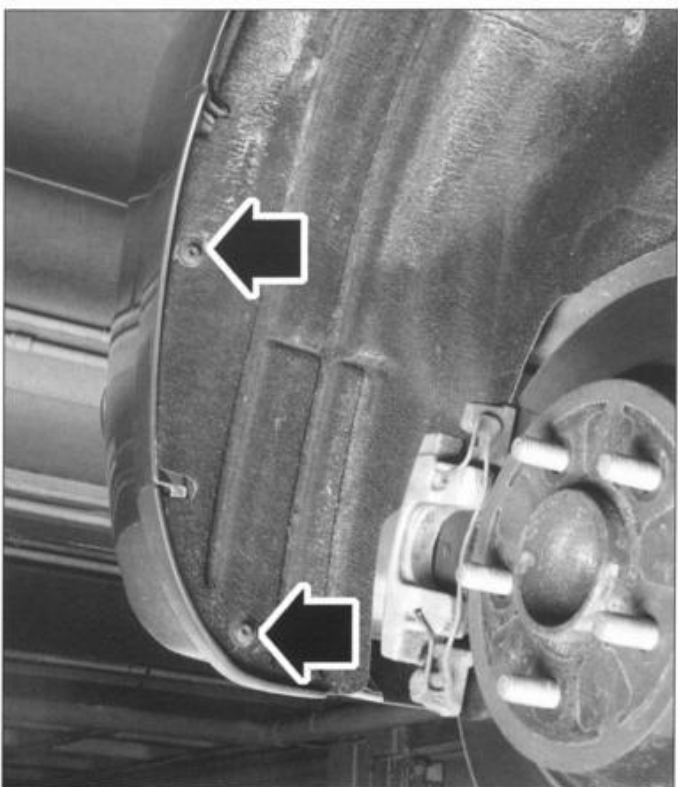

FIG. 91
- los dos tornillos del guardabarros (de los 2 lados) (fig. 91) (lado izquierdo en la ilustración).